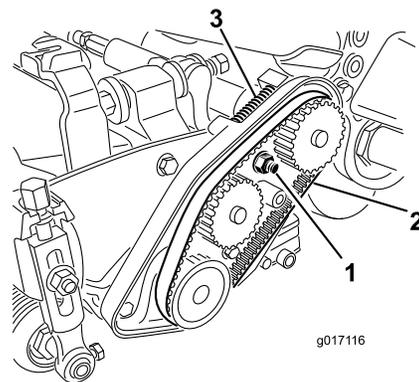

Рисунок 46
А. Ослабьте гайку крепления корпуса подшипника (Рисунок 46).
- C. Удалите все загрязнения из внутренней части отсека ремня и вокруг пружины сжатия (Рисунок 46).